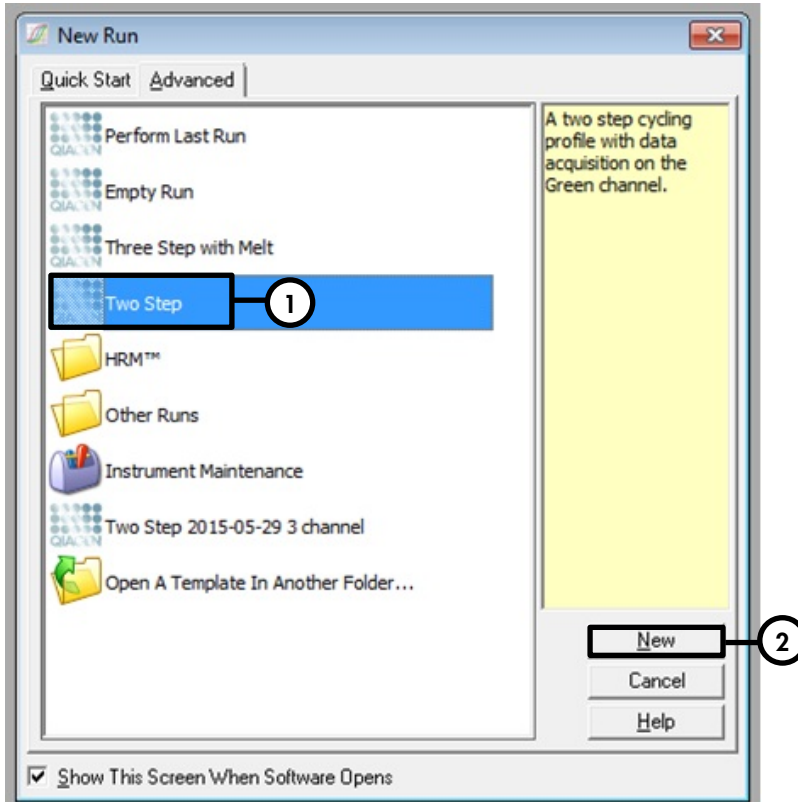

Figure 1. Boîte de dialogue New Run (Nouveau cycle).
Définition des paramètres généraux de dosage	Figures 1, 2, 3, 4
- Commencer par ouvrir la boîte de dialogue **New Run Wizard** (Assistant nouveau cycle) version **Advanced** (Avancé) et sélectionner **Two Step** (Deux étapes) (figure 1). Cliquer sur **New** (Nouveau) pour continuer.